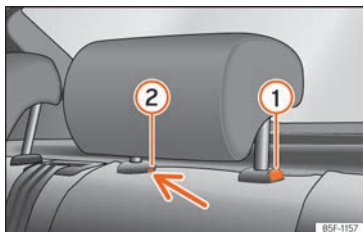

Fig. 122 Encosto de cabeça traseiro: desmontagem.
- Pressione o botão »» Fig. 122 ①, pressionando ao mesmo tempo através do orifício da trava de segurança ② com uma chave de fendas plana com um máximo de 5 mm de largura e retire o encosto de cabeça.